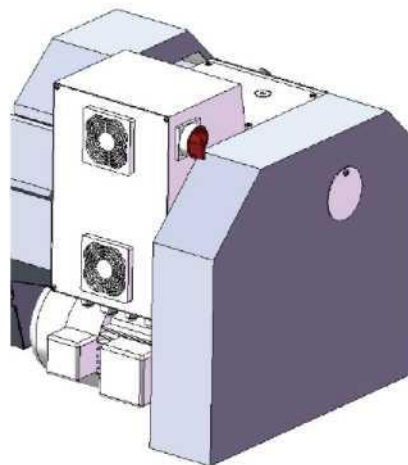

Рис. 19
1. Отвинтите два крепежных винта (В, рис. 19) и снимите защитный кожух.